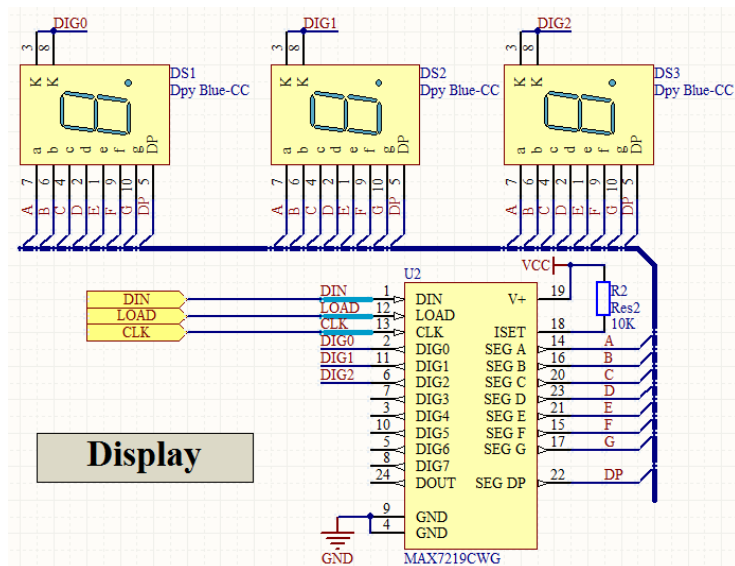

图 7-14 Display.SchDoc
(6) 执行菜单命令 Design >> Create Sheet from Sheet Symbol, 光标变为十字形, 移动光标到 Power 图纸符号上方, 单击鼠标左键, 系统创建一个新的空白原理图文档, 该文档以 Power 图纸符号的 Filename 属性命名, 即为 Power.SchDoc。在该空白文档中复制电源模块原理图。
(7) 继续执行菜单命令 Design >> Create Sheet from Sheet Symbol, 移动光标到 Display 图纸符号上, 单击鼠标左键, 系统创建一个以 Display.SchDoc 命名的原理图文档, 同时在原理图中自动添加和图纸入口名称相同的 Port。在该空白文档中复制 Display 模块原理图, 并将 Port 与相应芯片的引脚连接, 如图 7-14 所示。